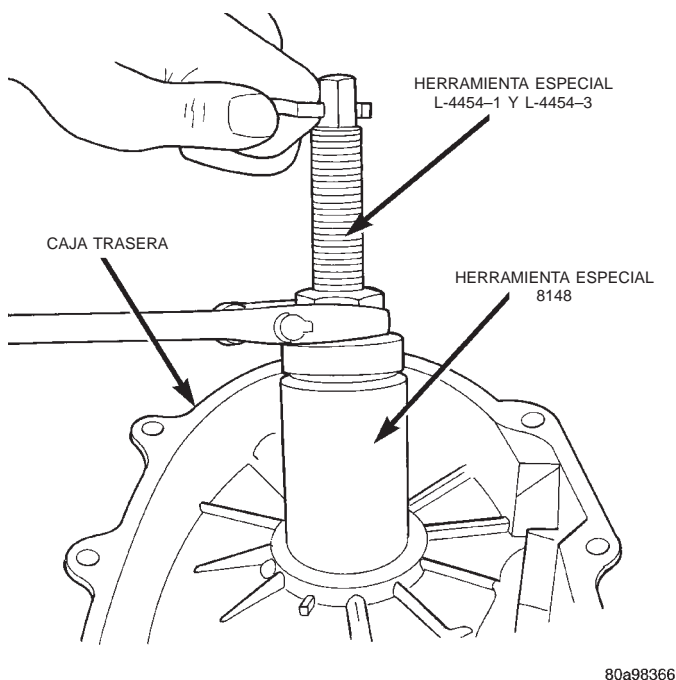

Fig. 57 Extracción del cojinete trasero del eje transmisor delantero
(12) Retire el cojinete trasero del eje transmisor con el tornillo y las mandíbulas del extractor L-4454 y la cubeta 8148 (Fig. 57).